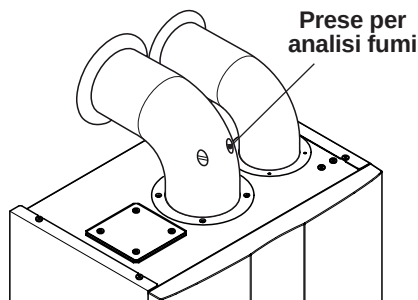

Figura 3.1
- Collegare un analizzatore fumi alle prese di analisi fumi poste sugli scarichi fumi della caldaia Figura 3.1.